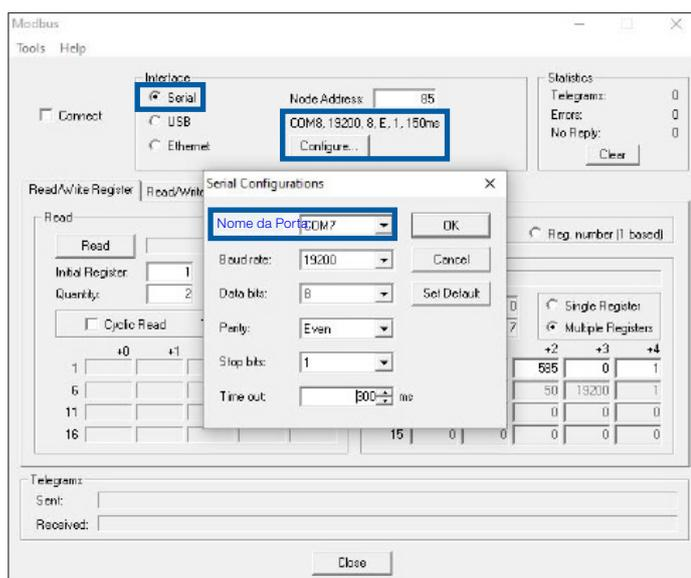

Figura 14 - Configuração de parâmetros Modbus
- Passo 3: Configuração da porta comum de comunicação (veja a Figura 14).